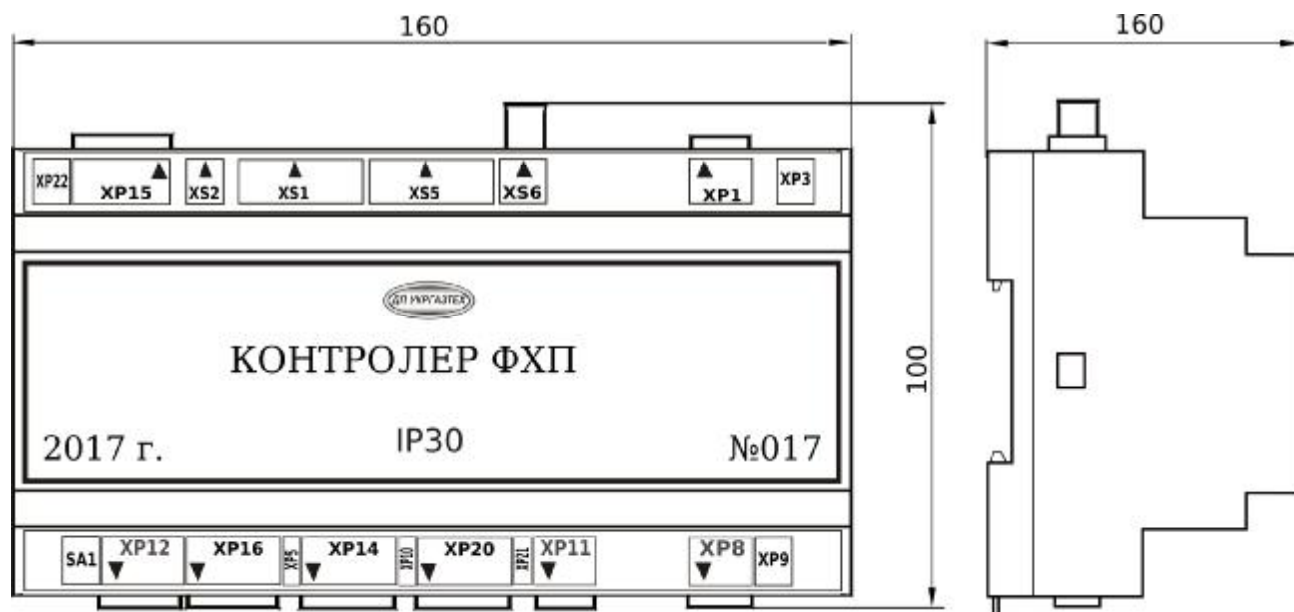

Рис. 2 - Зовнішній вигляд Контролера ФХП
1.12 Зовнішній вигляд Контролера ФХП показаний на Рис. 2, Рис. 3.